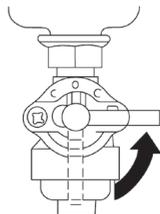

Рис. 14
- Переверните топливный кран в положение «Закрыто». (Рис. 14)